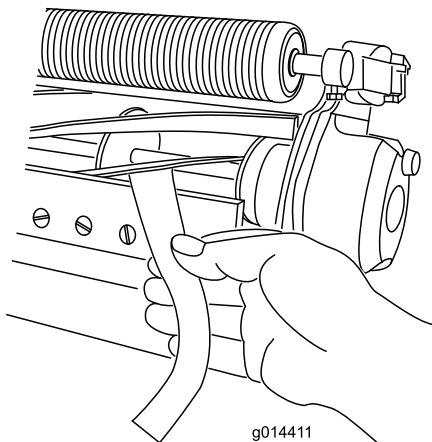

Figura 5
2. Dado della vite di regolazione della barra di appoggio (2)
B. Inserite una lunga striscia di carta per la verifica delle prestazioni di taglio tra il cilindro e la controlama, perpendicolarmente alla controlama (Figura 5), quindi **lentamente** ruotate il cilindro in avanti: dovrebbe tagliare la carta; se ciò non avviene, ripetete i passaggi A e B fino a quando non succede.
11. Inserite una lunga striscia di carta di verifica del taglio (n. cat. Toro 125-5610) tra il cilindro e la controlama, perpendicolarmente alla controlama (Figura 5), poi ruotate **lentamente** il cilindro in avanti: dovrebbe tagliare la carta; in caso contrario, ruotate ciascun bullone di regolazione della barra di appoggio in senso orario di uno scatto e ripetete questo passaggio finché la carta non viene tagliata.